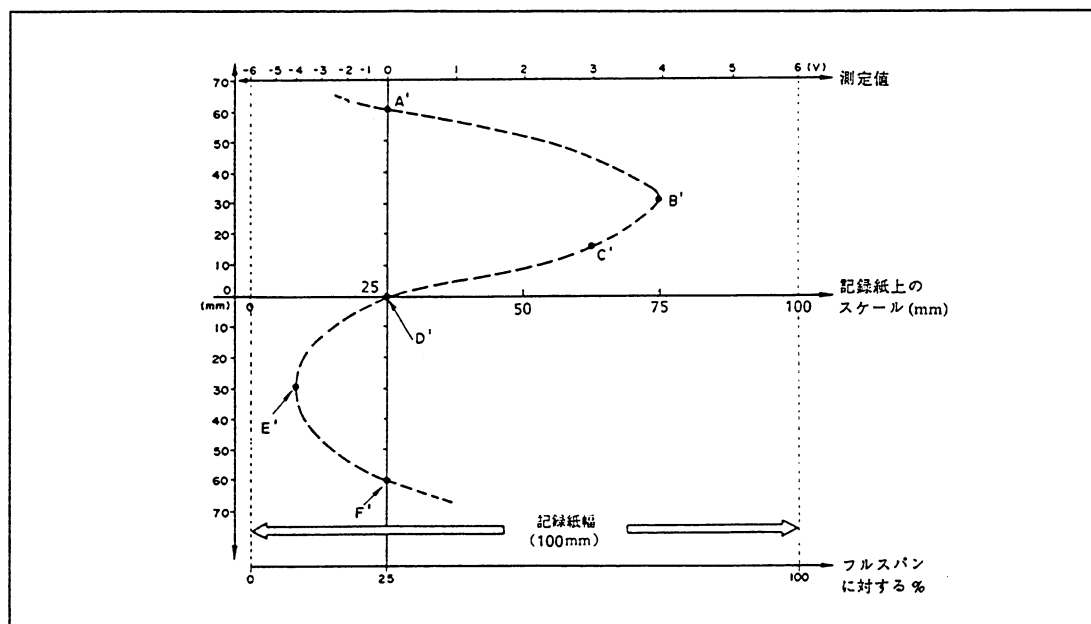

図 6.10.2
- 図 6.10.2 はスパンを 100mm とし、部分圧縮記録を行っています。このとき 0V の点はスパンの左端から 25mm (スパンの 25%) の位置になります。